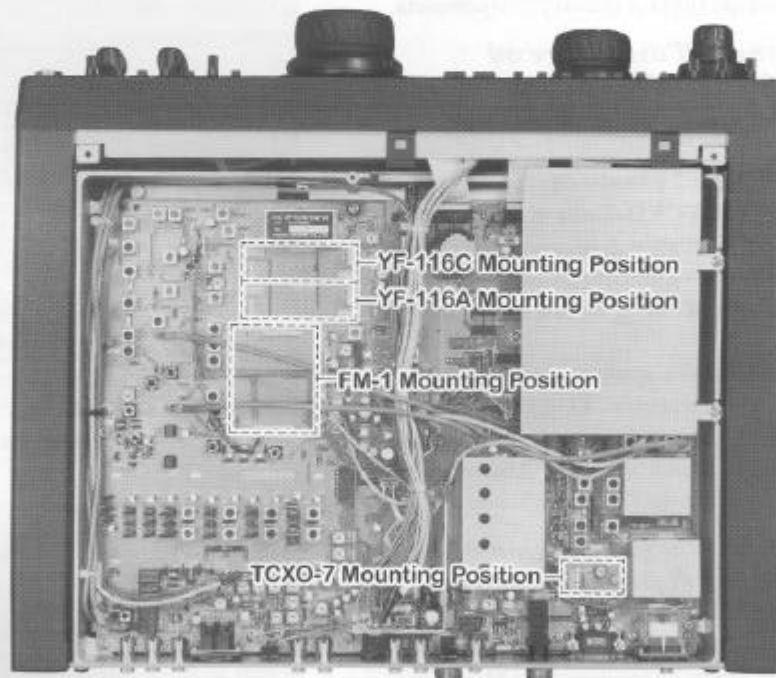

Figura 2
2. Riferirsi alla figura 2 e localizzate la zona sull'unità principale dove va montato il filtro CW (YF-116C) e/o quello AM (YF-116A).
2. Riferirsi alla figura 2 e localizzate la posizione di montaggio del TCXO-7 che è al momento occupata dall'oscillatore di riferimento standard.
2. Riferirsi alla figura 2 e localizzate su MAIN UNIT, l'unità principale, la posizione di montaggio dell'FM-1.